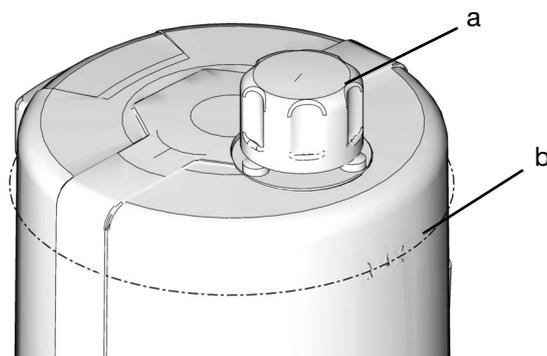

FIG. 21
- No llene en exceso (FIG. 21).